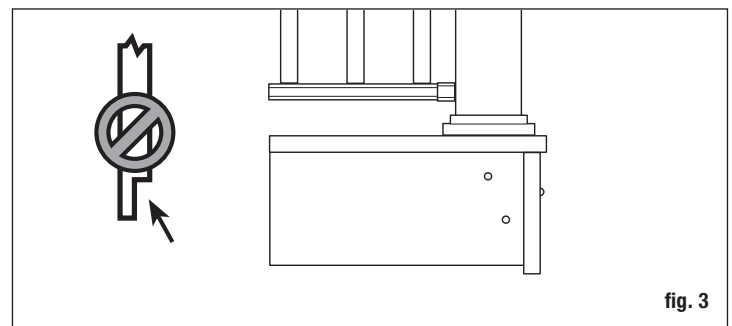

fig. 3
Paso 2 Instale los postes de barandal antes de instalar las tablas de la terraza. Postes para barandal de 10.2 x 10.2 cm (4x4 pulg.) de cedro o pino tratado a presión, o una montura para postes, ofrecen la fuerza estructural para el barandal. La longitud de cada poste se determina por el total del ancho de la viga (generalmente 18.4 cm (7-1/4 pulg.)) + el grosor de la terraza (2.5 cm (1 pulg.)) + la altura del barandal (91.4 cm (36 pulg.)) + el espacio para el tope del poste (5.1 cm (2 pulg.)) = 117.4 cm (46-1/4 pulg.). **Importante: No haga muescas en los postes de barandal de 10.2 x 10.2 cm (4x4 pulg.).** Las muescas reducirán la fuerza del poste y podrían causar el colapso o falla del barandal (fig. 3). Use monturas de poste estructural para la instalación en concreto.
Paso 3 Posicione, alinee verticalmente con un nivel, y sujete con abrazaderas el poste de barandal a la cara interior de la viga. Vuelva a alinear verticalmente. El poste de barandal de 10.2 x 10.2 cm (4x4 pulg.) debe sujetarse con pernos al interior de las vigas usando dos pernos de carrocería galvanizados de 1.27 x 15.24 cm (1/2 x 6 pulg.). Los postes en esquinas requieren un tercer perno de carrocería insertado a través de la viga adyacente (fig. 3).